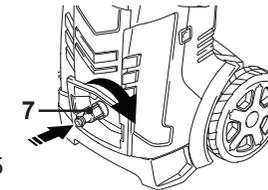

Fig. 5
- Vissez le connecteur du tuyau d'arrivée d'eau (7) sur l'arrivée d'eau (Fig. 5).